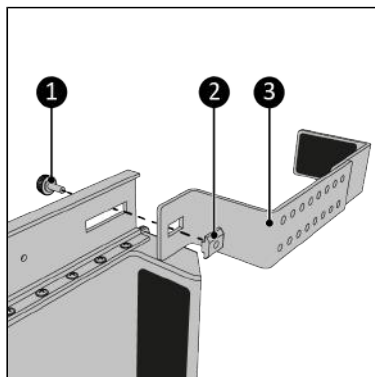

Figure 201.
6. Vissez le support (Figure 201, pos. 3) sur le rail principal situé à l'avant au moyen de la vis à bouton (Figure 201, pos. 1). Veillez à raccorder la vis à bouton à l'écrou coulissant (Figure 201, pos. 2).